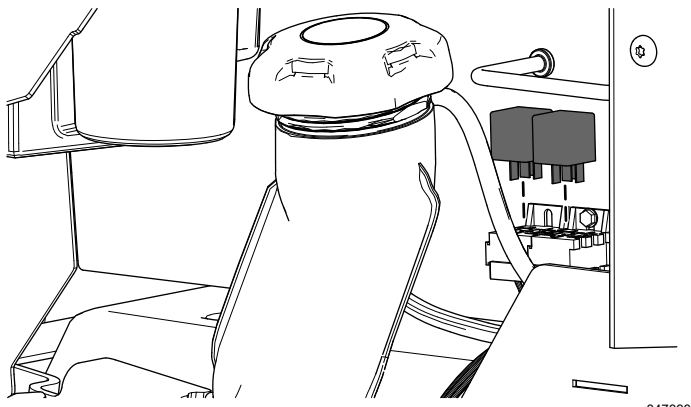

Bild 21
5. Installieren Sie die beiden Relais (**Bild 21**).